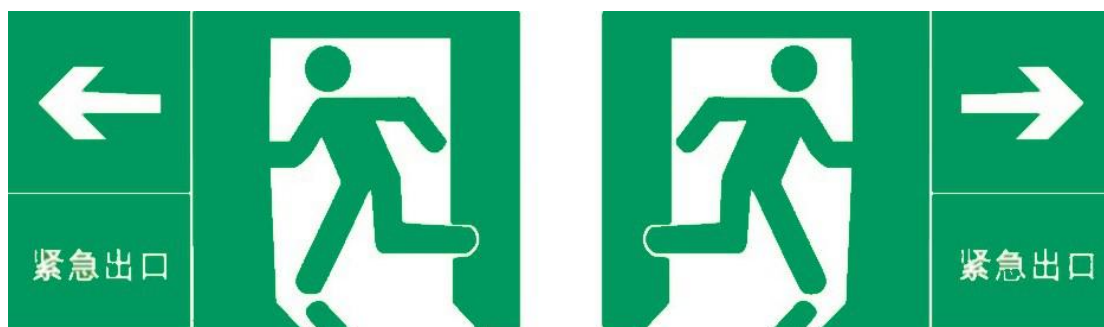

图 5 应用方向辅助标志示例
- b) 按实际需要指示右向时，辅助标志应放在图形标志的右方，如图 5。